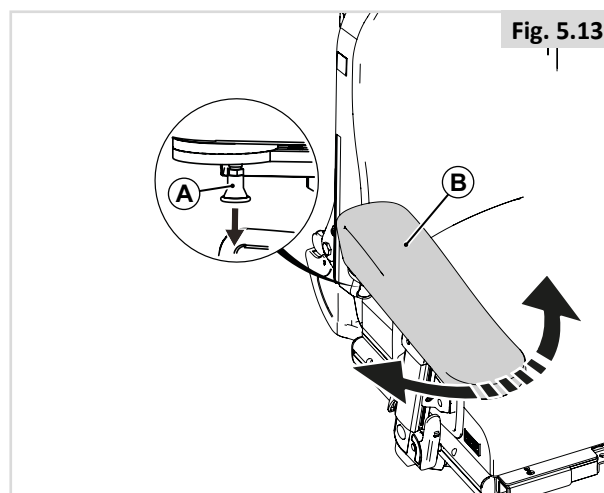

Fig. 5.13
5.8 Apoio para o braço com hemiplegia (Fig. 5.13)